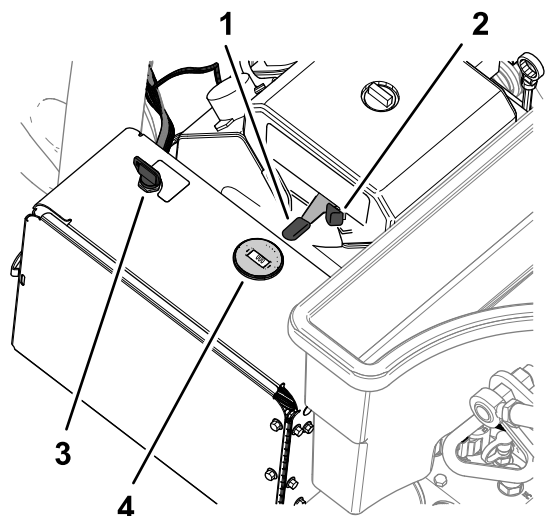

Figura 77
2. Utilizzate lo starter (Figura 77) nel modo seguente: